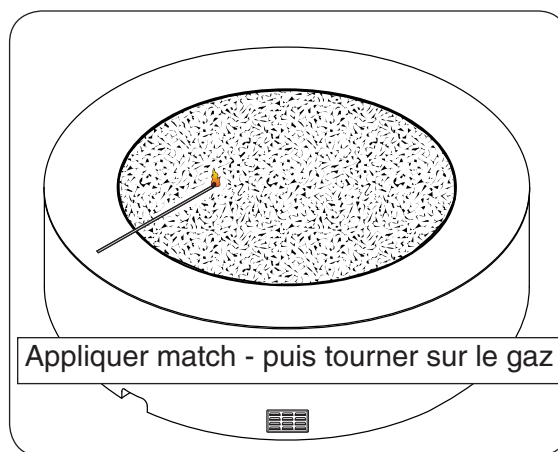

Fig. 30-1
3. Poser une allumette allumée sur la surface du support décoratif près du brûleur (**ne pas tenir l'allumette dans la main**) (Fig. 30-1).